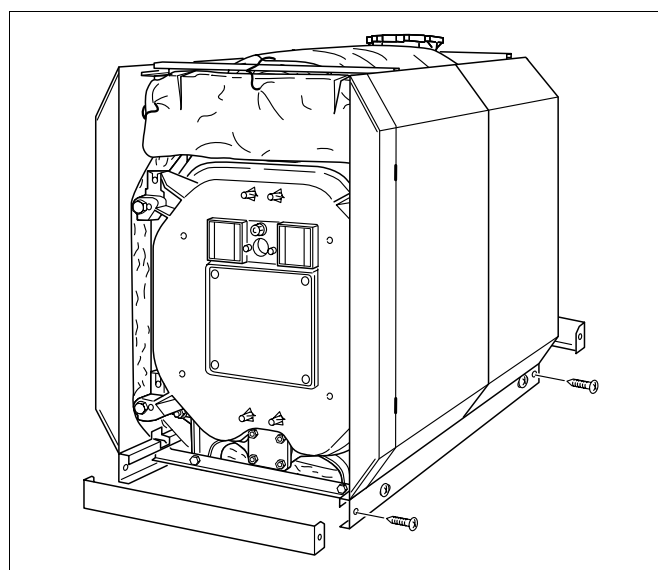

Fig. 50 Montage - plinthes
- Faire glisser les plinthes transversales avant et arrière dans les traverses longitudinales. Le bord plié de la tôle transversale doit toujours être en-bas et orienté vers la chaudière (fig. 50).